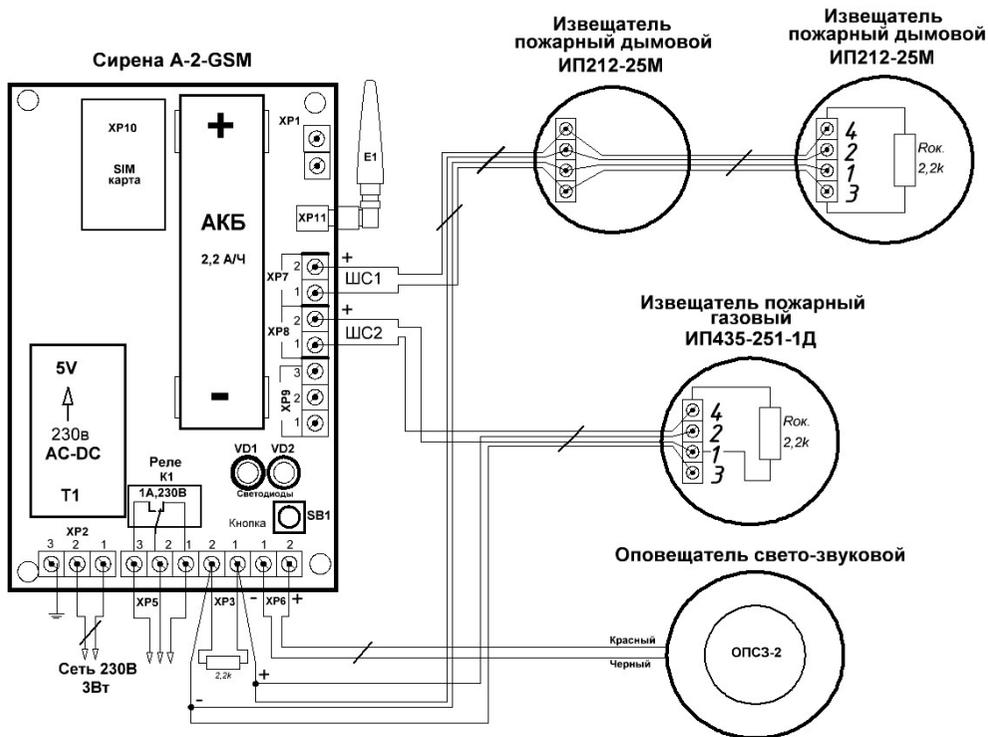

Рисунок 1 – Подключение пожарных извещателей и оповещателя к прибору «Сирена А-2-GSM»
6) провода, соединённые с контактами 4 и 1 розетки газового сигнализатора соединить с контактами 1 и 2 разъёма XP8 прибора «Сирена А-2-GSM», соответственно: 4 со 1, 1 с 2. Провод, подключённый к контакту 2 сигнализатора подключить к контакту 1 разъёма XP3; провод с контакта 3 сигнализатора подключить к контакту 2 разъёма XP3 (см. рисунок 1);
7) провода, соединённые с контактами 3 и 4 розетки пожарного извещателя соединить с контактами 1 и 2 разъёма XP7 прибора «Сирена А-2-GSM», соответственно: 4 со 2, 3 с 1. Провод, подключённый к контактам 2 извещателей подключить к контакту 2 разъёма XP3; провод с контакта 1 извещателя подключить к контакту 3 разъёма XP3 (см. рисунок 1). Между контактами разъёма XP3 также должен быть включён резистор 2,2кОм;
Кабель электропитания из комплекта поставки состоит из двух проводов и предназначен для подключения прибора к сети переменного тока напряжением 230В. Для подключения кабеля к прибору необходимо соединить один провод кабеля с контактом 1 разъёма XP2 (см. рисунок 1), другой с контактом 2, соответственно. Порядок соединения и расположение проводов не имеют значения.
По завершению монтажа и выполнению всех подключений с целью проверки их правильности и работоспособности приборов в составе системы необходимо установить АКБ из комплекта поставки в соответствующий разъём (рис. 1), соблюдая полярность!